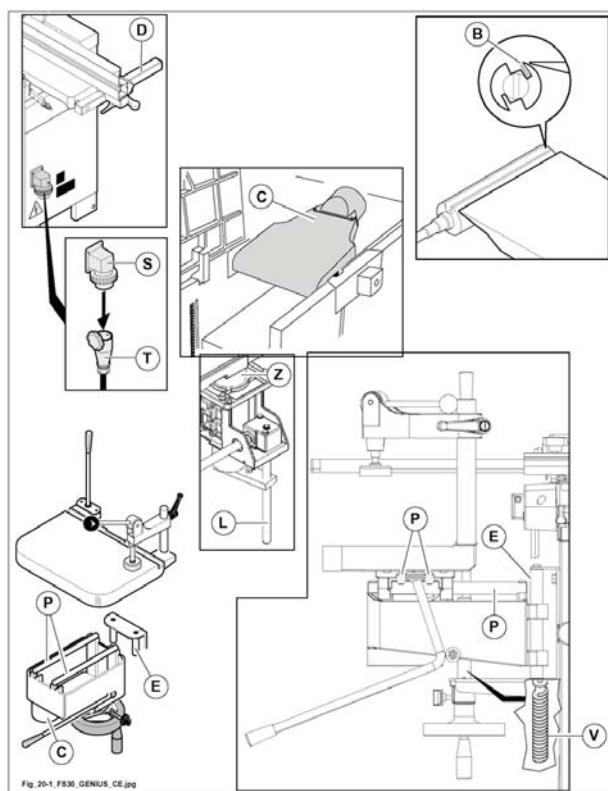

Fig. 20.1
- le cuffie di aspirazione (C fig. 20.1), controllando che non vi siano occlusioni.
- gli utensili (B fig. 20.1) del gruppo pialla;
- la barra di scorrimento (D fig. 20.1) della guida filo;
- le guide (E fig. 20.1) per scorrimento cavatrice (OPT);
- le barre di scorrimento (P fig. 20.1) del piano cavatrice (OPT);
- la vite di sollevamento (V fig. 20.1) della cavatrice (OPT);
- piano spessore - La vite di sollevamento (L fig. 20.1);
- piano spessore - Cilindro di sollevamento (Z fig. 20.1).